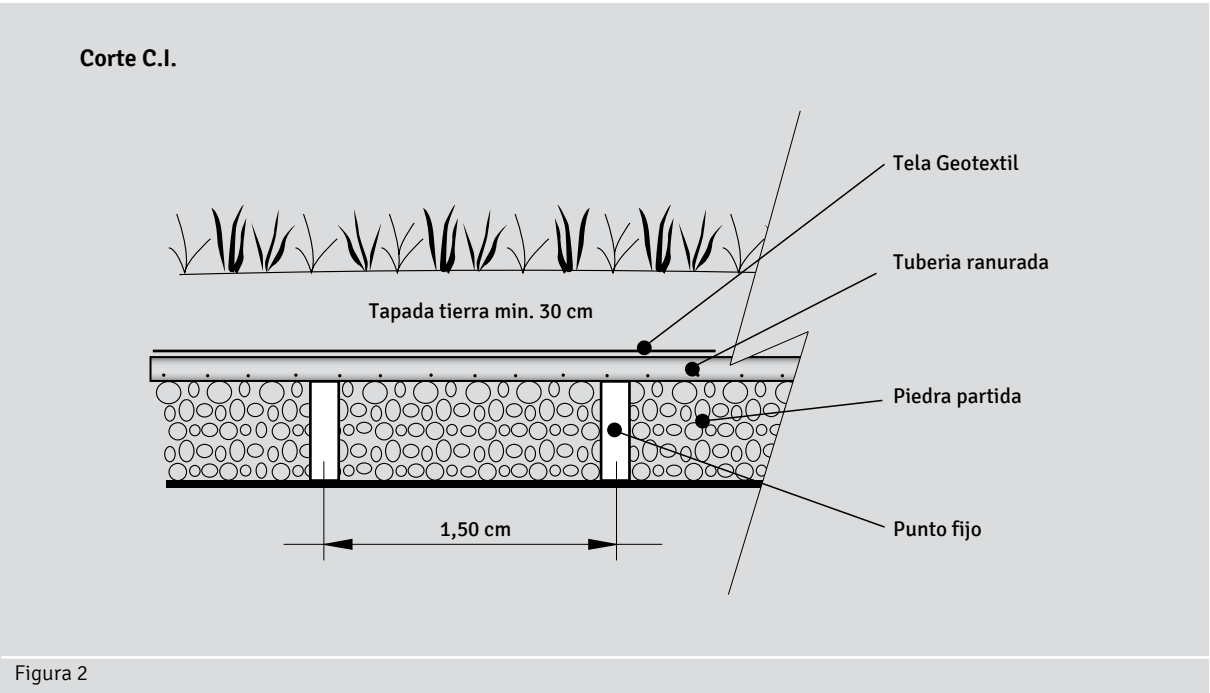

Figura 2
- C.** Coloque en toda la zona 40cm de piedra partida o cascote limpio, contemplando puntos fijos cada 1,50 m, para apoyo de tubería ranurada Rotoplas. (Figura 2)